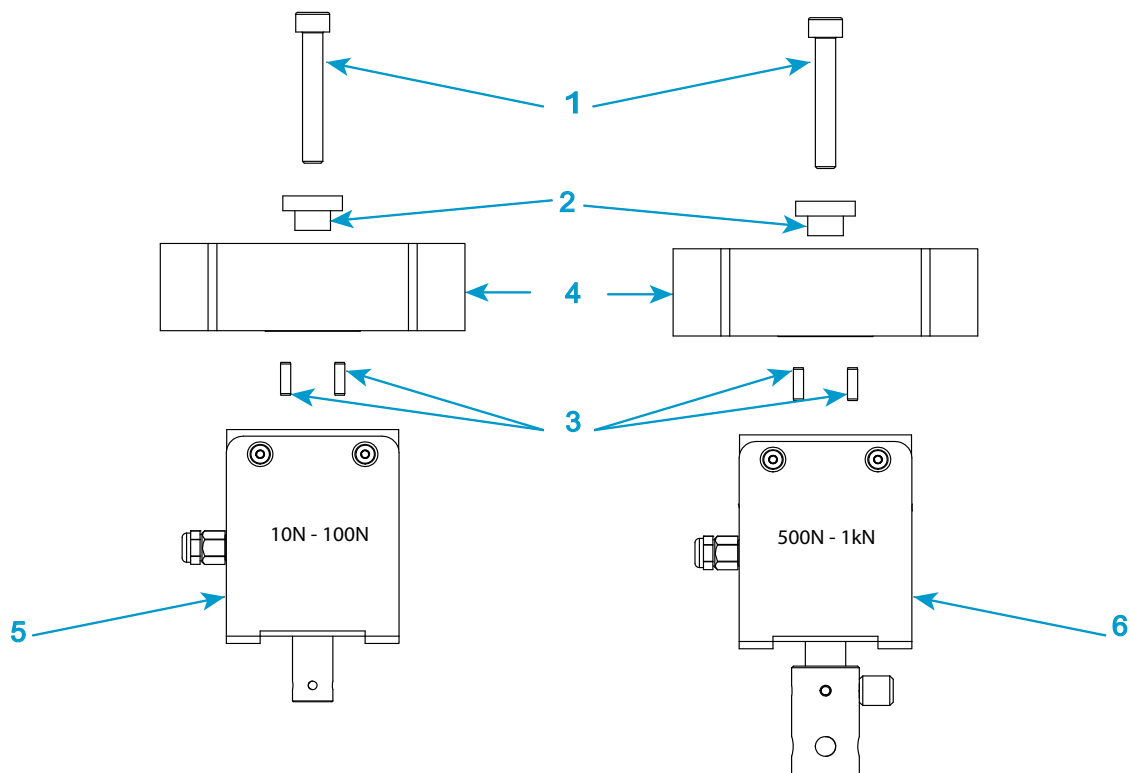

图 15. 安装 2519 系列载荷传感器（容量 10 N 至 1 kN）
图标 图 15
1. 请参阅第 72 页图 15 及其相关说明。